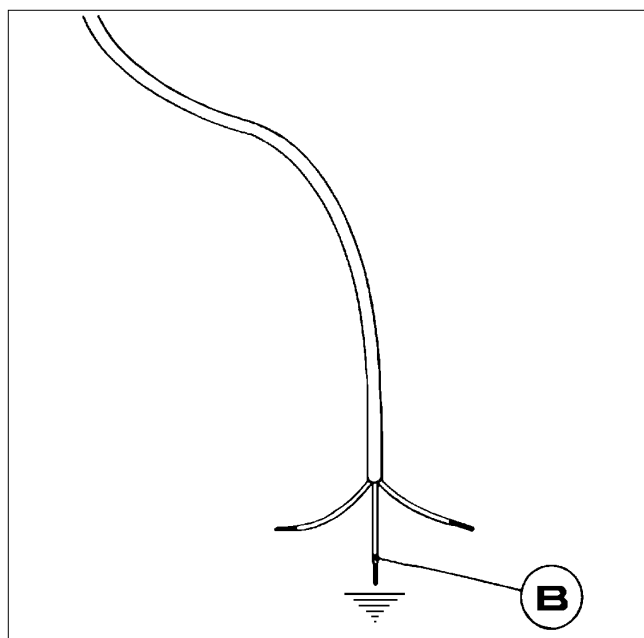

FIG. 20
Nel caso di sostituzione del cavo di alimentazione, l'installatore dovrà tenere il conduttore di terra (B) più lungo (B) rispetto ai conduttori di fase (vedi fig. 20) ed inoltre dovrà rispettare le avvertenze indicate nel paragrafo 8.